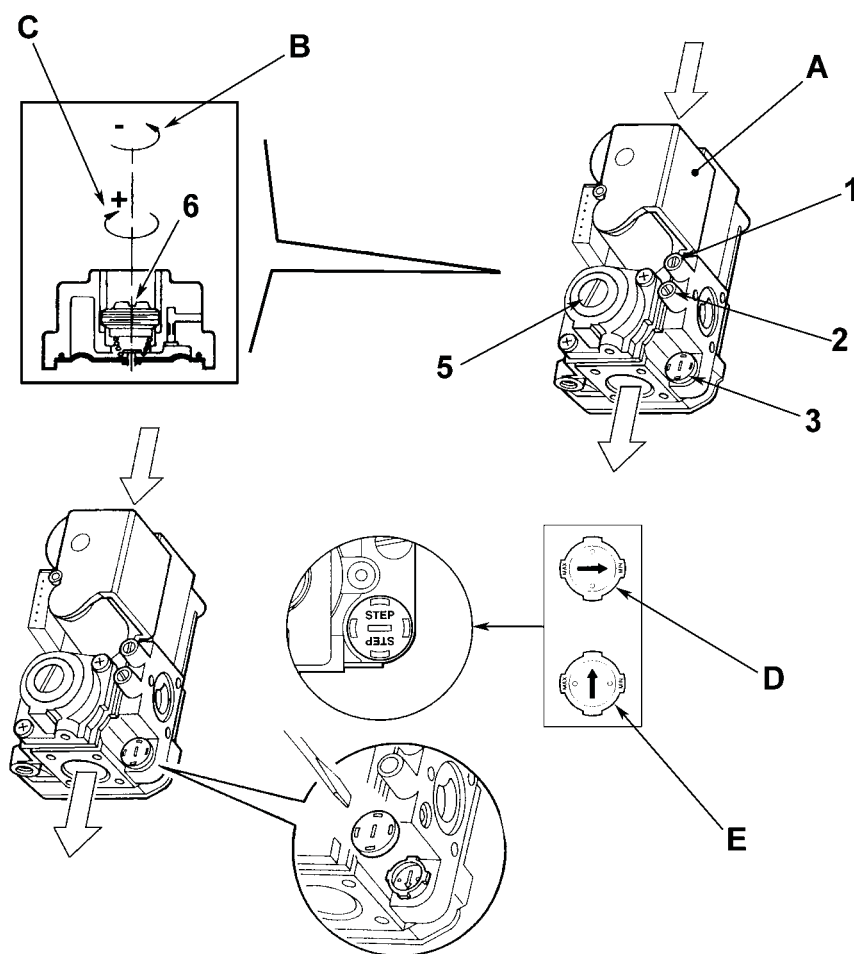

рис. 19 - Переналадка котла на другой вид газа
На котле PEGASUS D K 130 можно регулировать тепловую производительность топки и, следовательно, тепловую мощность, передаваемую воде системы отопления; это делается исключительно путем регулировки основной горелки с помощью газового вентиля (см. рис. 19). На графиках, приведенных в параграфе сар. 4.2 "Сопротивление системы", показано изменение передаваемой воде тепловой мощности в зависимости от изменения рабочего давления горелки. Возможность приведения мощности котла в соответствие с реальными потребностями отопления означает, прежде всего, снижение потерь и экономию топлива. Кроме того, при регулировке мощности, регламентированной также стандартом, котлы сохраняют значения КПД и характеристики сгорания почти без изменений.
1. С помощью небольшой отвертки снимите защитный колпак 5 вторичного привода газового вентиля рис. 19.
2. Подключите манометр к клемме давления 2 (рис. 19), расположенной после газового вентиля, затем переведите ручку термостата котла на максимум.
3. Регулируйте давление с помощью винта 6 (рис. 19) на желаемое значение, руководствуясь диаграммами, приведенными в параграфе сар. 4.2 "Сопротивление системы".
2. Снимите с газового вентиля маленький защитный колпак 5 (рис. 19). С помощью маленькой отвертки регулируйте "СТУПЕНЬ" розжига на основании выбранного для работы газа (G20 или G31); установите защитный колпак на место.
- Спустите воздух из газопроводных труб через штуцер отбора давления 1 газового вентиля (рис. 19).